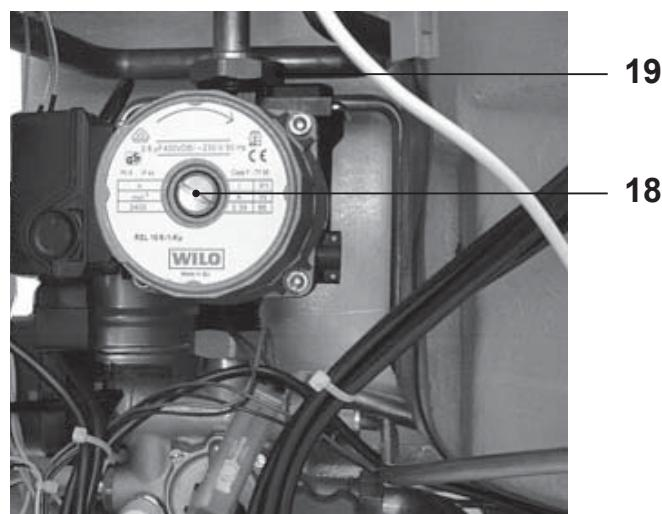

рисунок 6.2
- Отверните колпачок на автоматическом спускнике воздуха 19 (рисунок 6.2) на 1 полный оборот и оставьте его в этом положении.
- Спустите воздух из насоса, открутив винт 18 (рисунок 6.2); разблокируйте насос, поворачивая ротор в направлении, указанном стрелкой на информационной табличке.